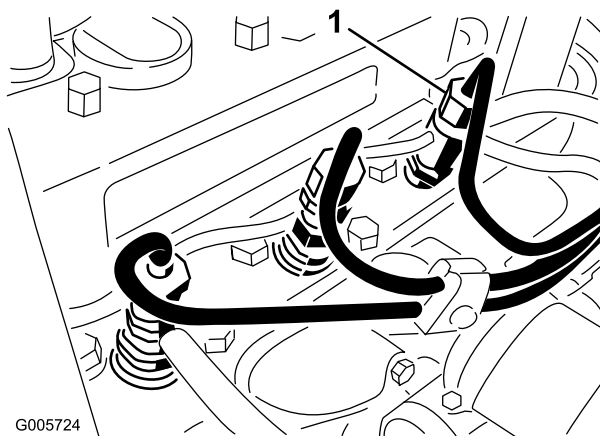

Figura 48
1. Afloje la conexión entre el tubo y el conjunto de la boquilla y soporte del inyector N° 1 en la bomba de inyección (Figura 48).